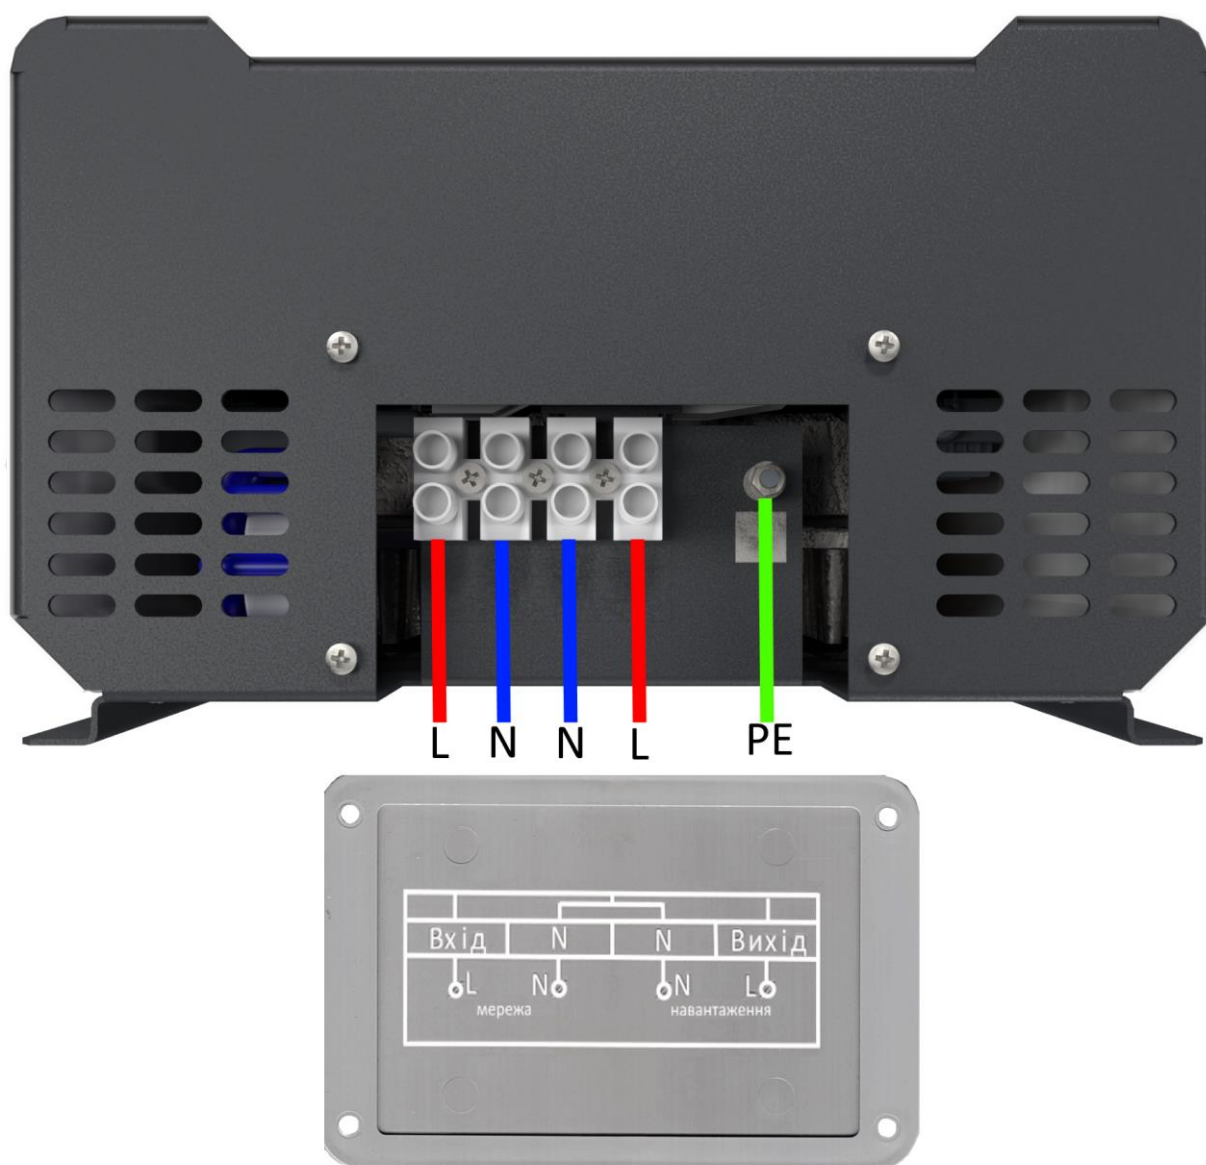

Рисунок 8. Схема підключення стабілізатора
2. За допомогою викрутки відкрити 4 гвинти захисної кришки з нижньої частини стабілізатора для доступу до клемної колодки ( див. рисунок 8 ).